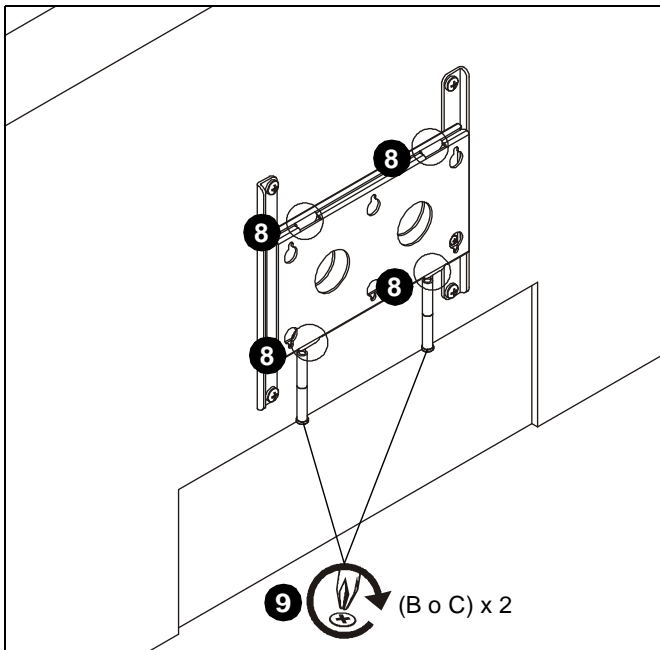

Figura 12
8. Asegúrese de que las cuatro lengüetas de la placa frontal estén firmemente sujetadas a las ranuras correspondientes del soporte de pared. (Consulte la Figura 12)
9. Ajuste dos tornillos (B o C) para sujetar la placa frontal al soporte de pared. (Consulte la Figura 12)